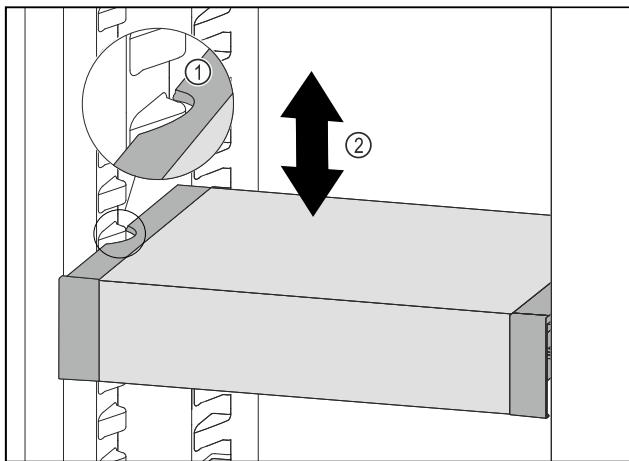

Fig. 93
- ▶ Изтеглете VarioSafe напред, докато страничните прорези на VarioSafe се намират на височината на реброто на съда в хладилната част. Fig. 93 (1)
- ▶ Преместете VarioSafe нагоре или надолу в хладилната част, докато се достигне желаната височина. Fig. 93 (2)